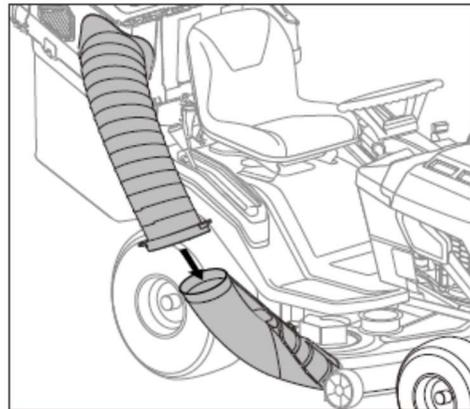

Fig. 9H
8. Conecte el tubo corrugado al tubo de salida de hierba. (Fig. 9H & 9 I)